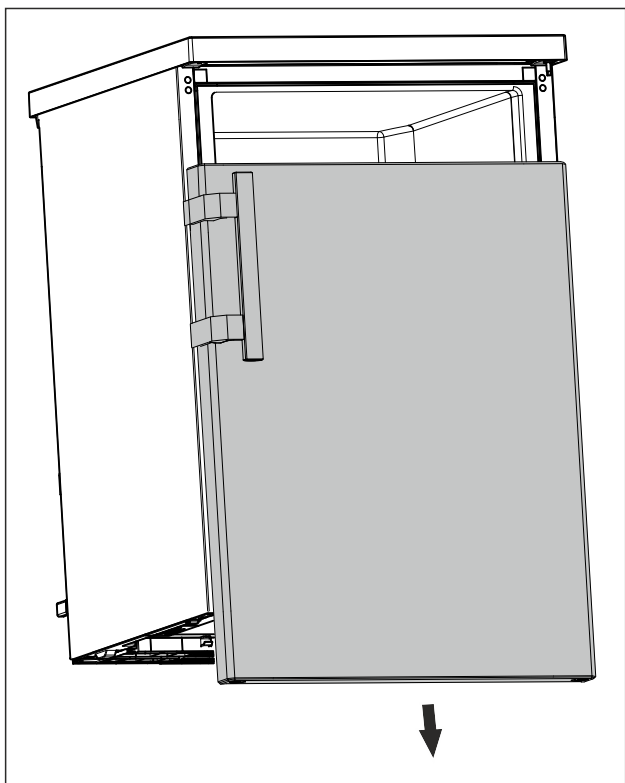

Fig. 8
- ▶ Свалете вратата надолу. (виж Fig. 8)